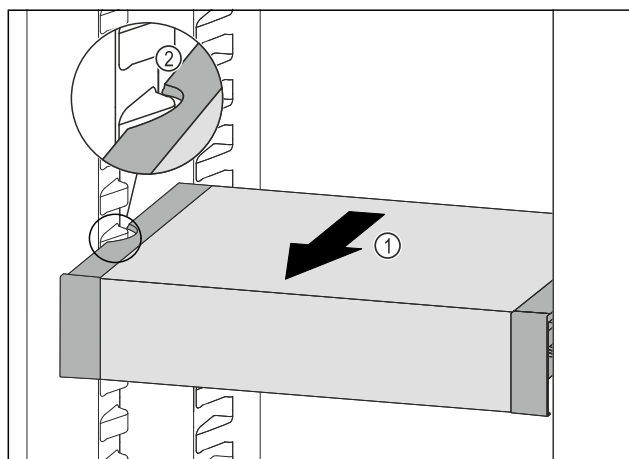

Fig. 112
- ▶ 向前拉动 VarioSafe Fig. 112 (1)，直至 VarioSafe 的侧部凹槽与冷藏区中的容器肋梁持平。 Fig. 112 (2)